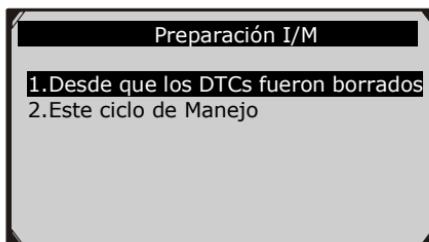

Figura 6.20
- 3) Si el veh ículo soporta ambos tipos de prueba, entonces ambos tipos se mostrar án en la pantalla para selecci ón. (Figura 6.20)